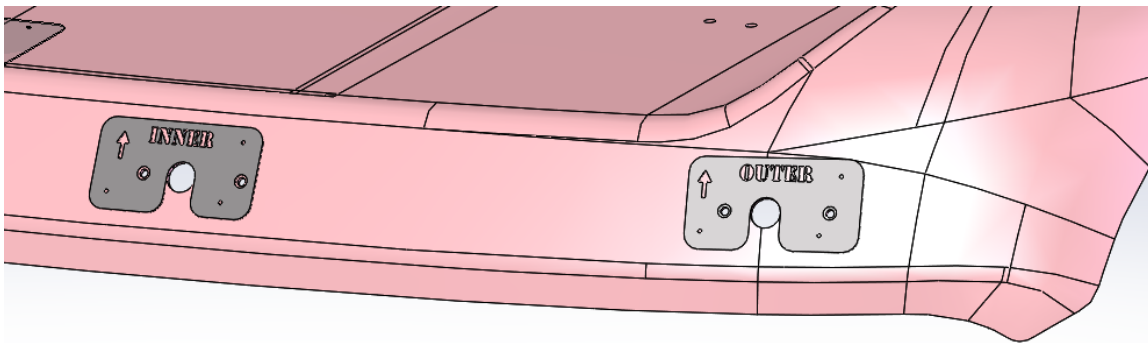

Figura 2: Orientación correcta de las plantillas de perforación (Lado del piloto mostrado)
3. Usando los tornillos de cabeza de armadura 10-32x1/2" provistos, y arandelas de guardabarros, instale las plantillas para perforar Adentro/Afuera en el techo en el lado del piloto. Los dos agujeros grandes en cada plantilla entrarán cómodamente alrededor de los nutserts OEM en la izquierda de las luces del techo con la flecha de corte apuntando hacia arriba, y el texto se debe poder leer. Figura 2 como referencia para orientación correcta.